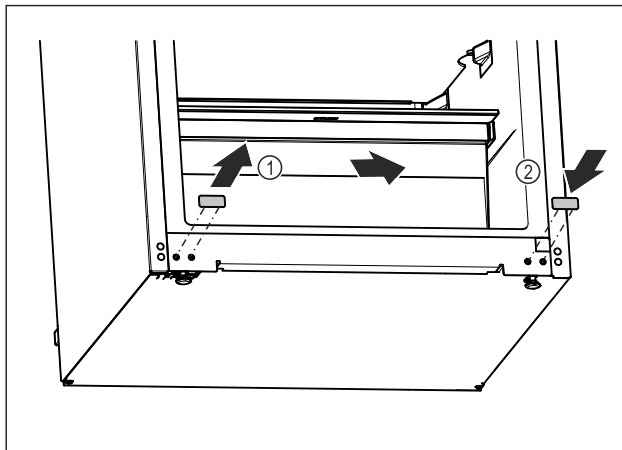

Fig. 19
- ▶ Húzza ki a fedődugót. Fig. 19 (1)
- ▶ Helyezze fel a fedődugót a másik oldalon. Fig. 19 (2)